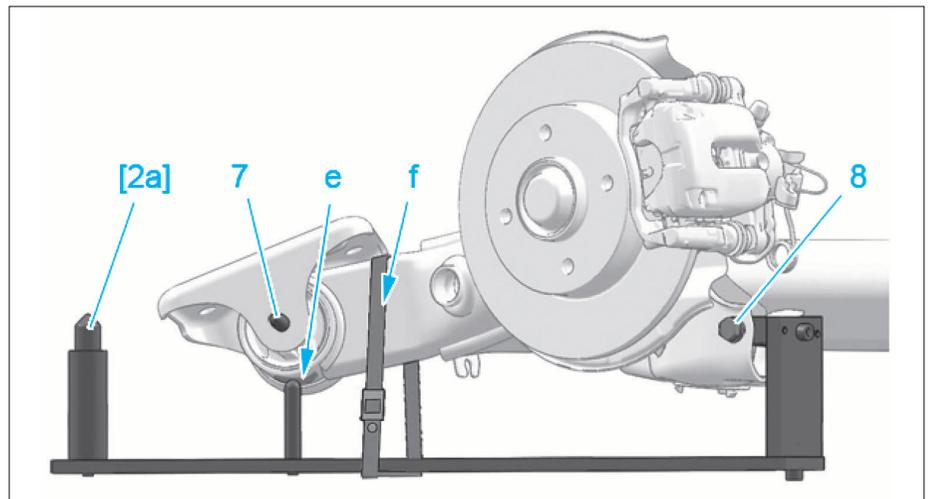

FIG. 39
- De chaque côté (Fig.39) :
- desserrer la vis (7)